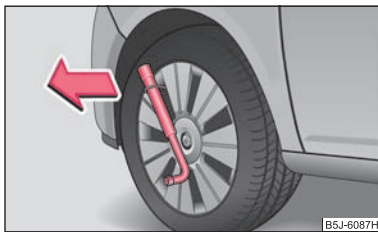

Abb. 148 Radvollblende ausbauen
- Schieben Sie den Radschlüssel durch den Bügel, stützen Sie den Radschlüssel an dem Reifen ab und ziehen Sie die Blende ab ⇒ Abb. 148.